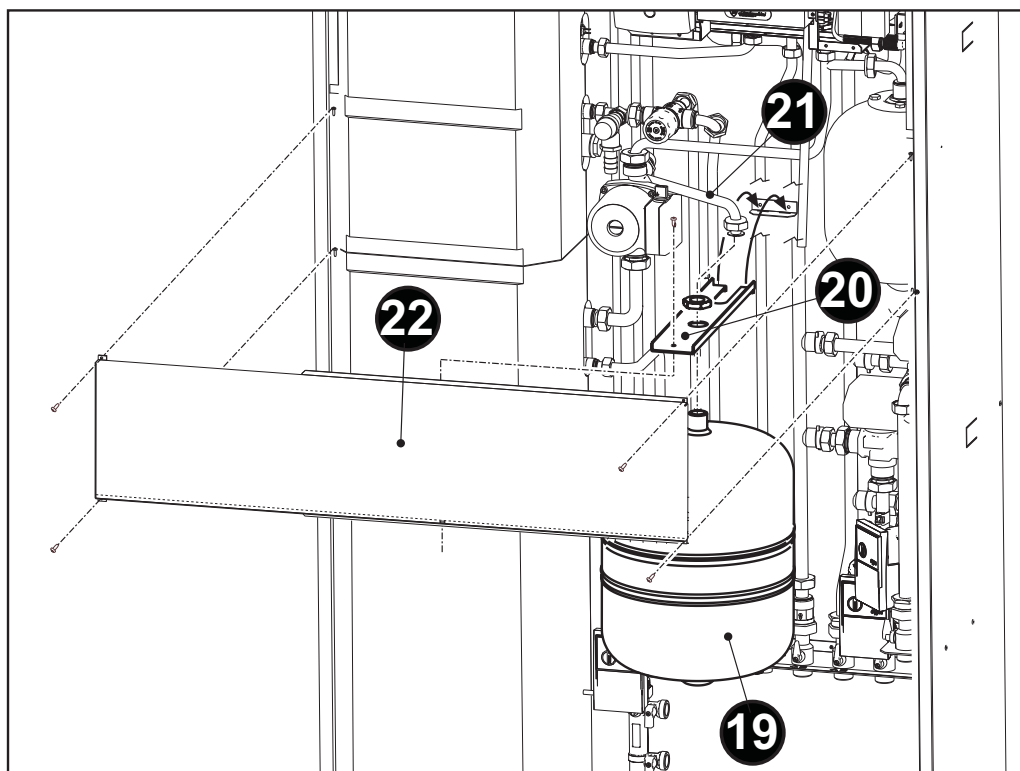

fig. 44
- Agganciare la **staffa "20"** sul pannello posteriore dell'involucro come indicato in fig. 44.